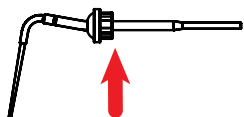
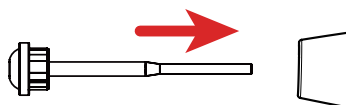

Figura 6 Punta de trabajo
Figura 7 Instalación de punta de trabajo
3. Seleccione la punta de trabajo deseada y el tapón hexagonal en la punta de trabajo (como lo indica la flecha roja en la Figura 6). Al instalar la punta del trabajo de trabajo, como se muestra en la Figura 7, puede seleccionar la dirección correspondiente de acuerdo con el uso para insertar la punta de trabajo en el instrumento de calefacción y embalaje.